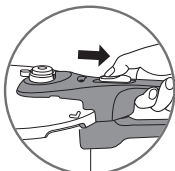

fig. 1
- À l'aide du pouce tirez sur le bouton d'ouverture (E) et maintenez-le reculé - fig. 1.